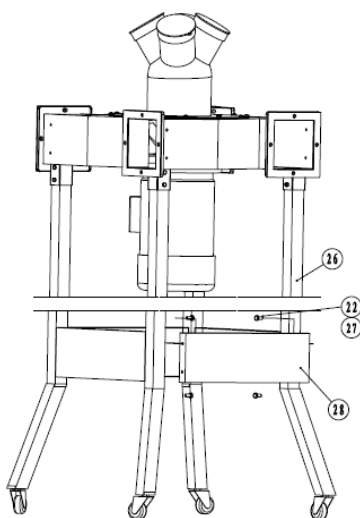

Рис. 3
Прикрепите соединительную трубу (28) к опорным ножкам (26) при помощи болтов (27) и шайб (22). См. Рис. 3.